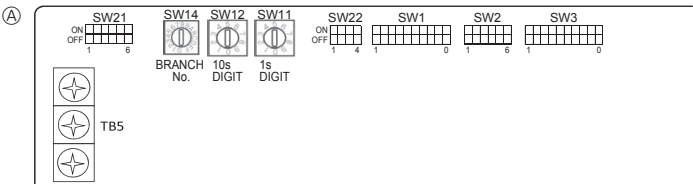

Fig. 4-6
4.5. Установка адресов (Fig. 4-6)
- ① Установка адресов
- ② Как установить номера отделений SW14 (Только для серии R2)
4.6. Установка переключателей при высоком потолке или при изменении числа выходов воздуха (Fig. 4-6)
4.7. Определение температуры в помещении встроенным датчиком пульта дистанционного управления (Fig. 4-6)